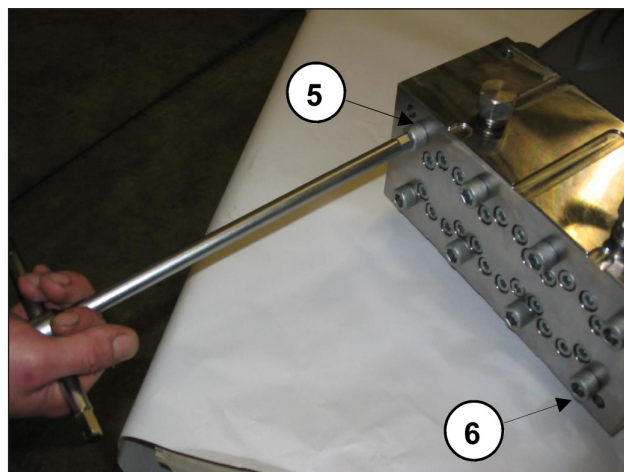
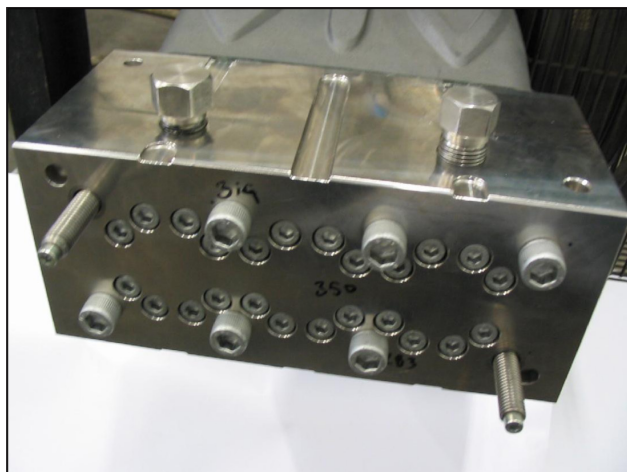

Fig. 17
Fig. 18
- Desparafuse os parafusos de fixação do cabeçote M12x210 nº 5 e nº 6, conforme indicado na Fig. 17, substituindo-o por dois parafusos-tomadas de serviço (cód. 27508200), conforme indicado na Fig. 18. Em seguida, proceda com a remoção dos parafusos restantes.